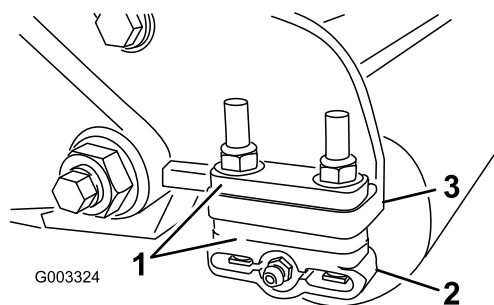

Figura 12
1. Ajuste los soportes del rodillo trasero (Figura 12) al intervalo de alturas de corte deseado colocando la cantidad necesaria de espaciadores debajo de la brida de montaje de la placa lateral (Figura 12), según lo indicado en las Tablas de selección de alturas de corte y contracuchillas (página 13).